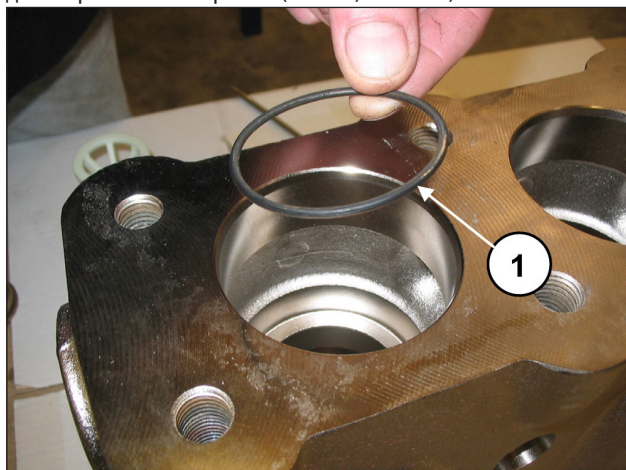

Рис. 114
Установите уплотнительное кольцо поз. №5 на детализовочном чертеже (поз. ①, Рис. 114).